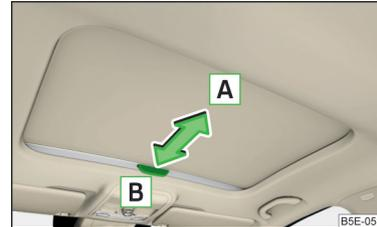

Abb. 44
- Zum **Öffnen** den Griff in Pfeilrichtung **[A]** ziehen » **Abb. 44.**